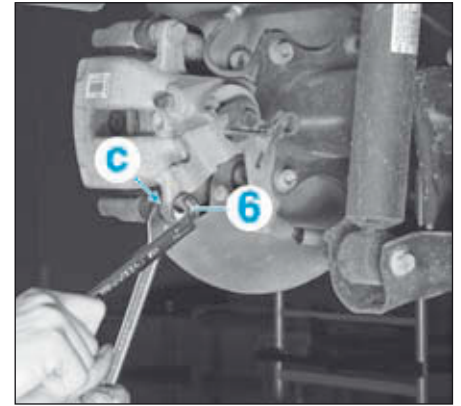

FIG.16
- Déposer la vis de colonnette (6) en exerçant un contre-couple en (c) (Fig.16).